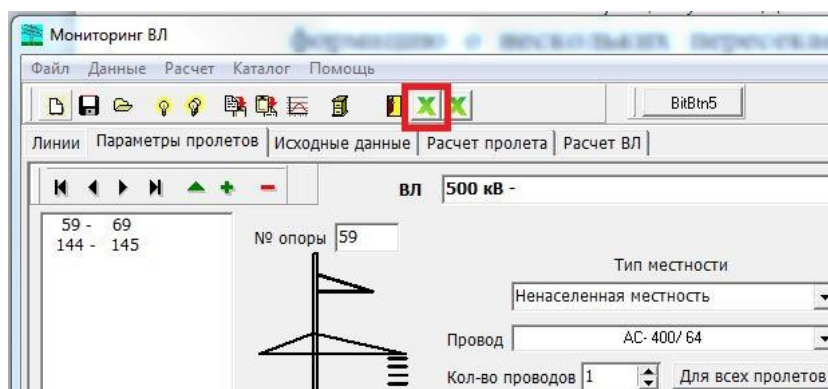

Рисунок 10. Кнопка загрузки данных из Excel
2.2. В программу загрузка данных осуществляется следующим образом: необходимо на главной форме нажать кнопку «Загрузить из Excel» (см. рис.10). Кнопка выделена красным прямоугольником.